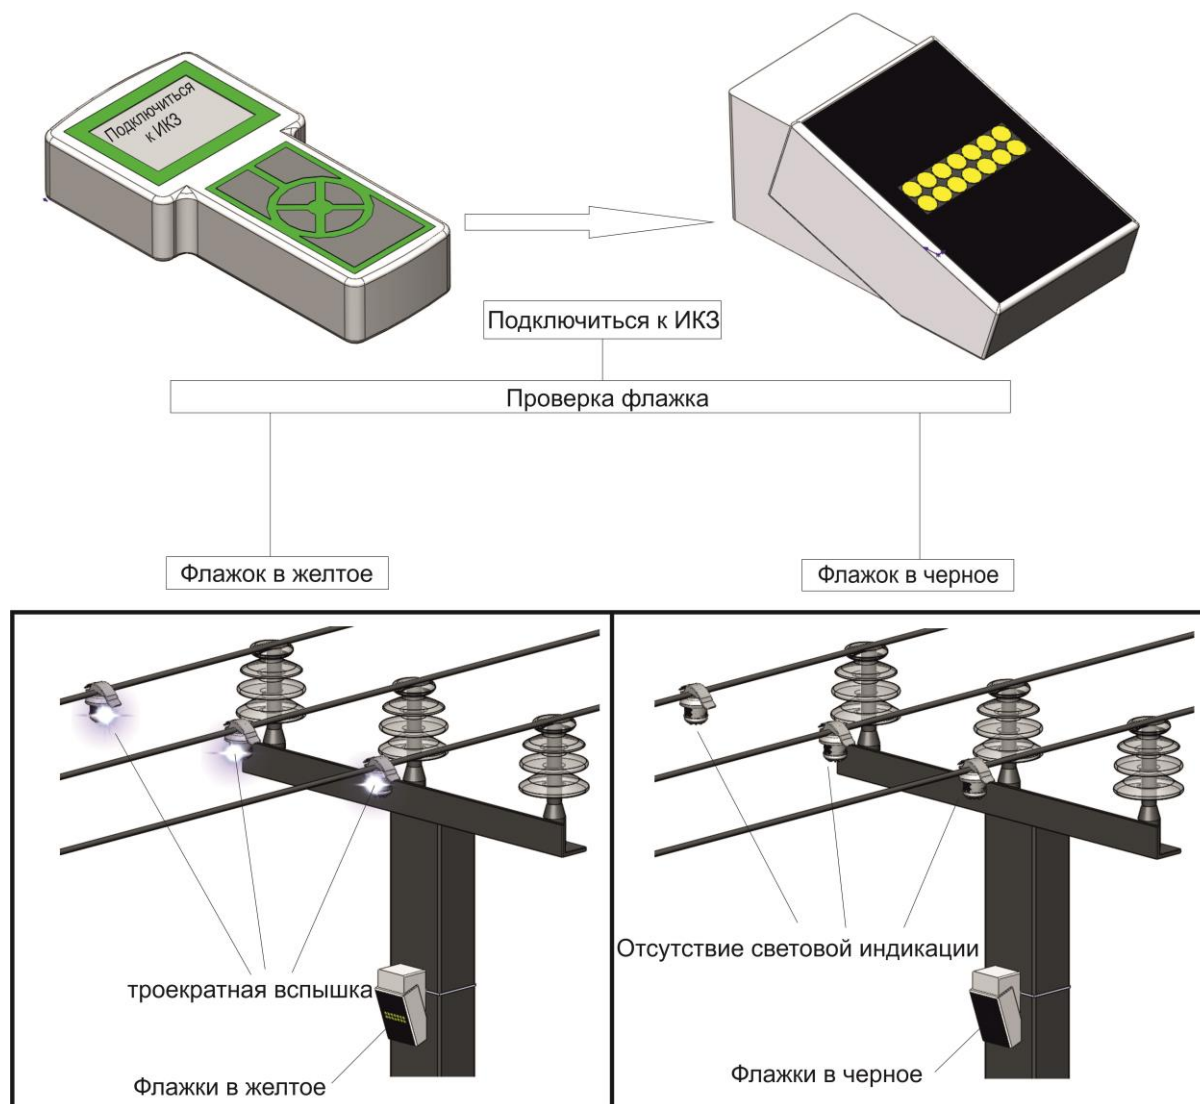

Рисунок 5 – Проверка работоспособности всего комплекта индикаторов ИКЗ-В33-МР3 после установки на опору.
2.4.4.2 При наличии пульта ППИ-2, рекомендуется с его помощью проверить функционирование всего комплекта индикаторов ИКЗ-В33-МР3 целиком после установки его устройств на линию. Для этого необходимо подключиться к блоку БСПИ-3МР при помощи пульта ППИ-2 и воспользоваться режимом «Проверка флажка» — действия аналогичны действиям из п. 0 (см. Рисунок 5). Кроме того, после подачи напряжения на линию рекомендуется проконтролировать показания устройств комплекта с помощью пульта ППИ-2.